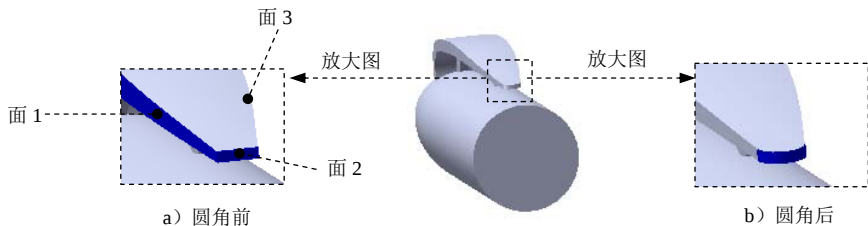

图 3.31.17 圆角 1
Step14. 创建图 3.31.17 所示的零件特征——圆角 1。选择下拉菜单 **插入(I)** → **特征(F)** →  **圆角(U)**...命令; 在“圆角”对话框的 **圆角类型(Y)** 选项组中单击  选项; 选取图 3.31.17a 所示的面 1 为边侧面组 1, 单击以激活中央面组文本框, 选取图 3.31.17a 所示的面 2 为中央面组, 单击以激活边侧面组 2 文本框, 选取图 3.31.17a 所示和面 1 相对的面 3 为边侧面组 2; 单击“圆角”对话框中的  按钮, 完成圆角 1 的创作。